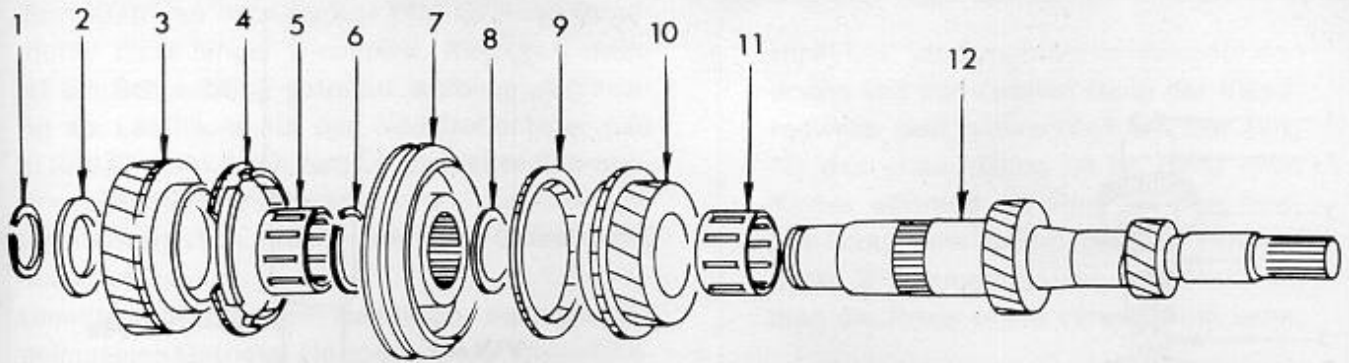

Bild 66
Ein Montagebild der Hauptwelle ist in Bild 66 gezeigt. Hauptwelle unter eine Presse setzen und Preßplatten unter das Gangrad des 4. Ganges unterlegen. Welle durch das Gangrad pressen. Die Anlaufscheibe (2) kommt dabei mit herunter. Gangrad mit dem Nadelrollenlager abnehmen.